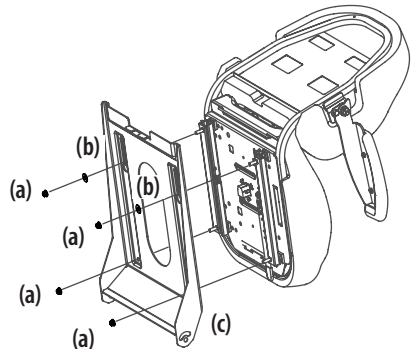

Figure 4
2. Fixez le siège au support (c) avec la quincaillerie fournie. Voir Figure 4.
- a. Utilisez les écrous autobloquants à bride (a) et les rondelles plates (b). Voir Figure 4.